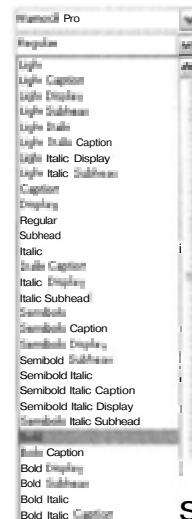

Рис. 5.51. Список семейства шрифтов
- начертание (причем число возможных начертаний не ограничивается четырьмя, а зависит от числа файлов шрифтового семейства - рис. 5.51);